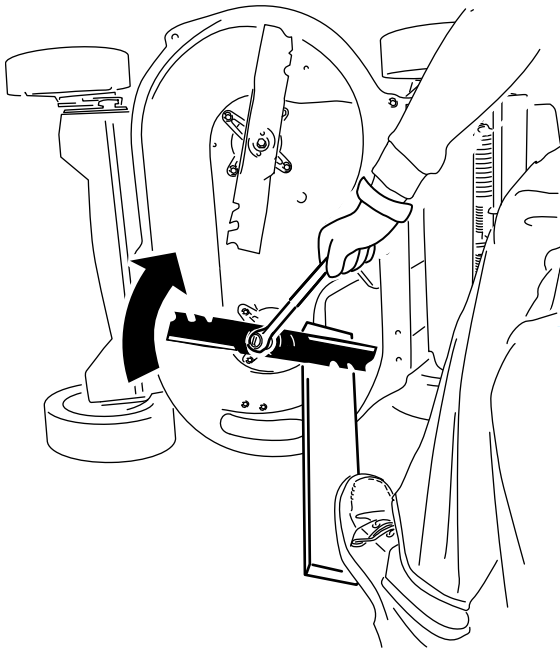

Figura 36
2. Inmovilice cada cuchilla con una tabla de madera, y gire el perno de la cuchilla en sentido horario con una llave dinamométrica, como se muestra en la Figura 36; apriete el perno de cada cuchilla a 82 N·m (60 pies-libra).